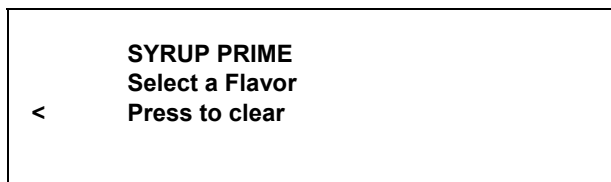

Рисунок 35
23. Нажмите на символ КАЛИБРОВКА , чтобы зайти в режим ЗАПРАВКА СИРОПА. (См. рис. 35)